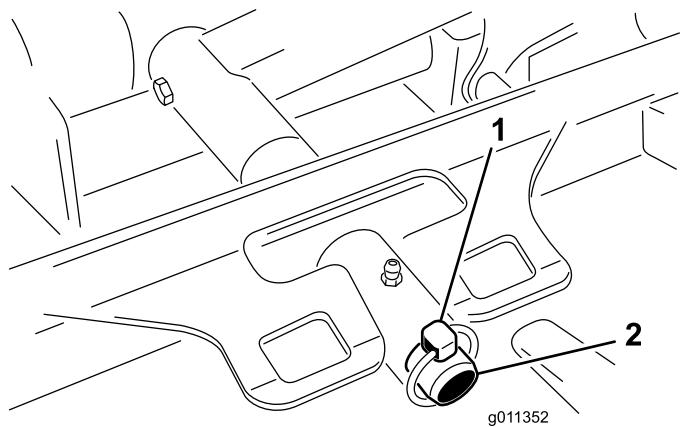

Figura 59
3. Retire el pasador de seguridad o la tuerca de retención (GM 4700 solamente) que sujetla el bastidor de tiro de la carcasa a la barra de giro del brazo de elevación (Figura 59).
- Deslice el bastidor de tiro de la carccha sobre la barra de giro del brazo de elevación. Sujételo con un pasador de seguridad o una tuerca de retención (GM 4700 solamente) (Figura 59).